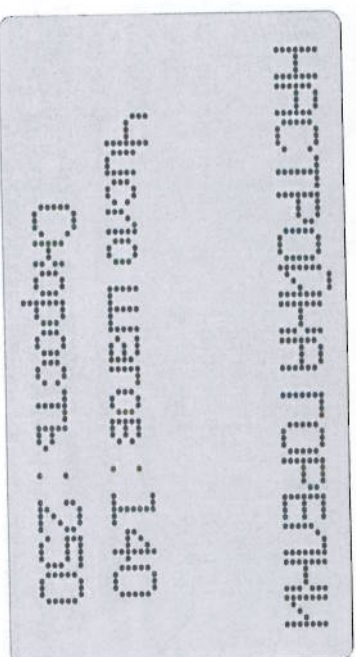

Рис. 12. Окно с параметрами движения горелки.
1. Нажмите одновременно клавиши  и  для входа в меню настройки параметров движения горелки, при этом на дисплее появится окно с параметрами движения горелки (см. рис. 12).